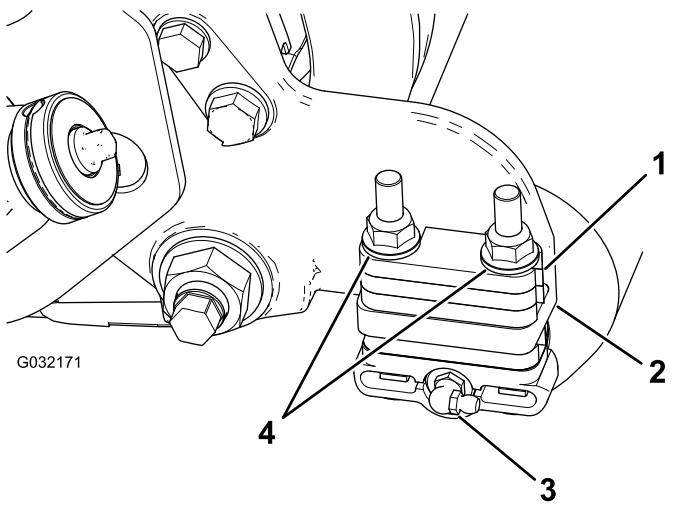

Рисунок 3
- Снимите масленку катка с боковой стороны режущего блока, у которого установлен корпус щетки катка (Рисунок 3).
4. Выверните две фланцевые контргайки, которые крепят кронштейны катка к боковым пластинам, **а также снимите все проставки толщиной 6 мм, которые расположены на верхней стороне монтажного фланца боковой пластины** (Рисунок 3).